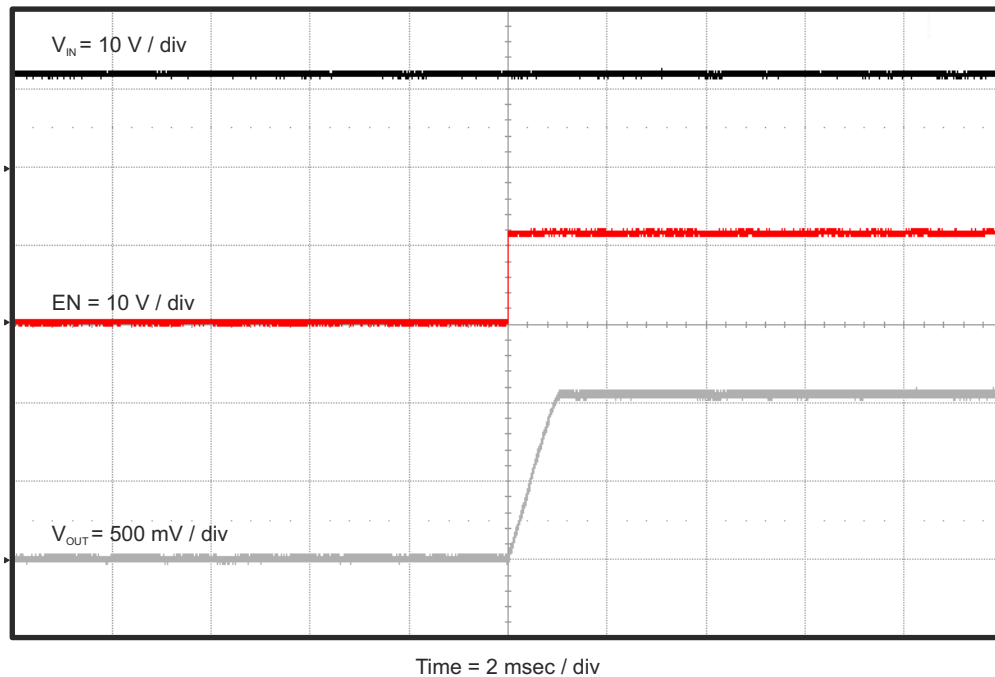

图 4-9. TPS562209EVM-601 相对于 EN 的启动波形
TPS562209EVM-601 相对于使能 (EN) 的启动波形如图 4-9 所示。负载 = $1\ \Omega$ 电阻。